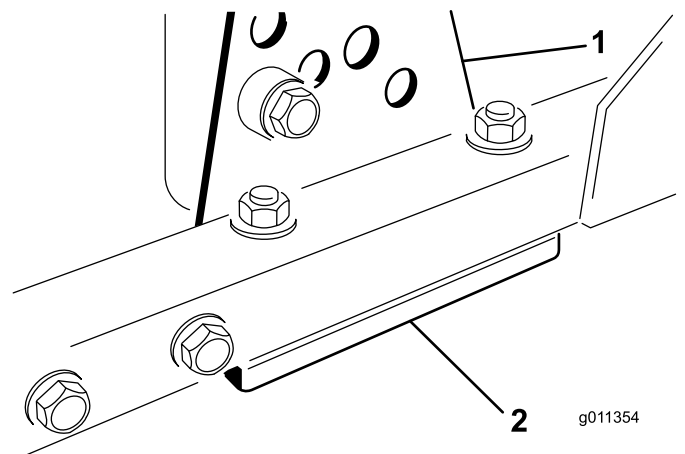

Figura 70
1. Retire el soporte de altura de corte (delantero, izquierdo o derecho) del bastidor de la carcassa (Figura 70).
2. Coloque suplementos de 1,5 mm y/o 0,7 mm entre el bastidor de la carcassa y el soporte hasta lograr el ajuste de altura deseado (Figura 70).